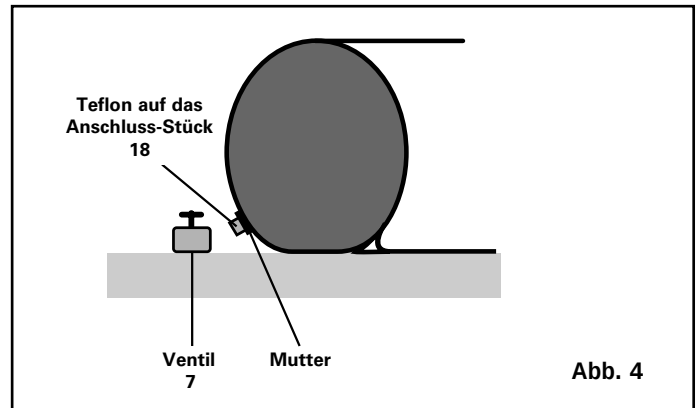

Abb. 4
- d** Befestigen Sie das Ventil (Nr. 7) (mit dem Becken geliefert) nachdem Sie den Schutz-Verschluss entfernt haben (bewahren Sie den Verschluss auf) und dichten Sie das Gewinde mit Hilfe der Teflon-Rolle (weisses Band) ab. Das Teflon muss in der Richtung des Gewindes aufgerollt werden (ca. 15 Drehungen). Stellen Sie das Ventil (Nr. 7) auf die geschlossene Position, **Abb. 4**.